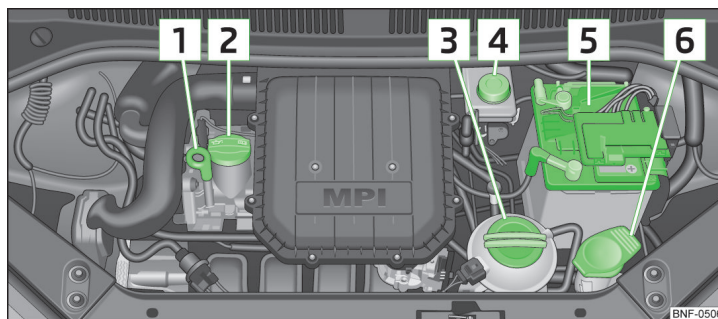

Fig. 98 Prezentarea n principiu: Compartimentul motor
Disponerea n compartimentul motor » fig. 98
- Deșurubați capacul orificiului de umplere cu ulei » fig. 98 la pagina 110.